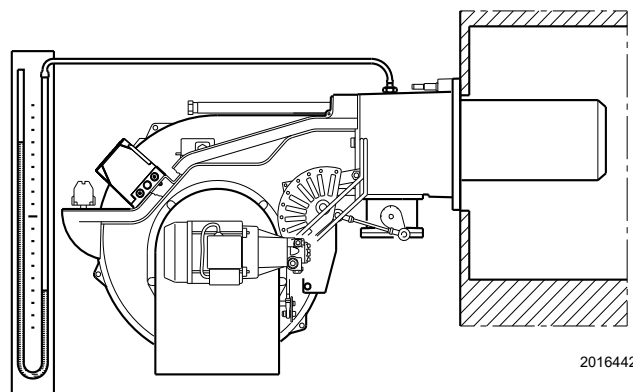

Fig. 30
- Instalar un manómetro de tubo en "U" (Fig. 30) en la toma de presión del gas del manguito. Se utiliza para obtener aproximadamente la potencia MÁX del quemador mediante la Tab. K.
La llegada de gas al manguito puede observarse en el manómetro en U (Fig. 30). Una vez efectuado el encendido, se procederá a la regulación completa del quemador.
Orientativamente, puede obtenerse consultando la Tab. K, en pág. 21, basta con leer la presión del gas en el manómetro en "U", ver Fig. 30, en pág. 25, y seguir las indicaciones.